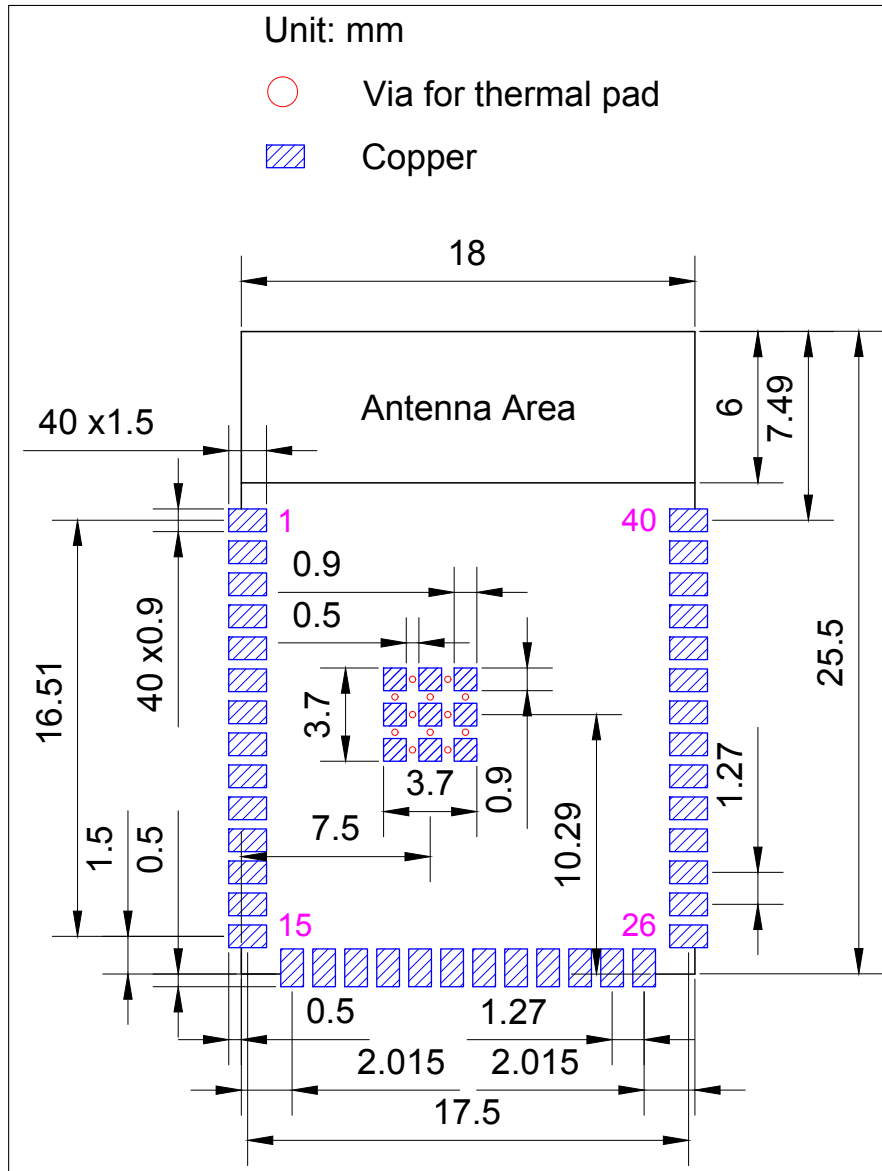
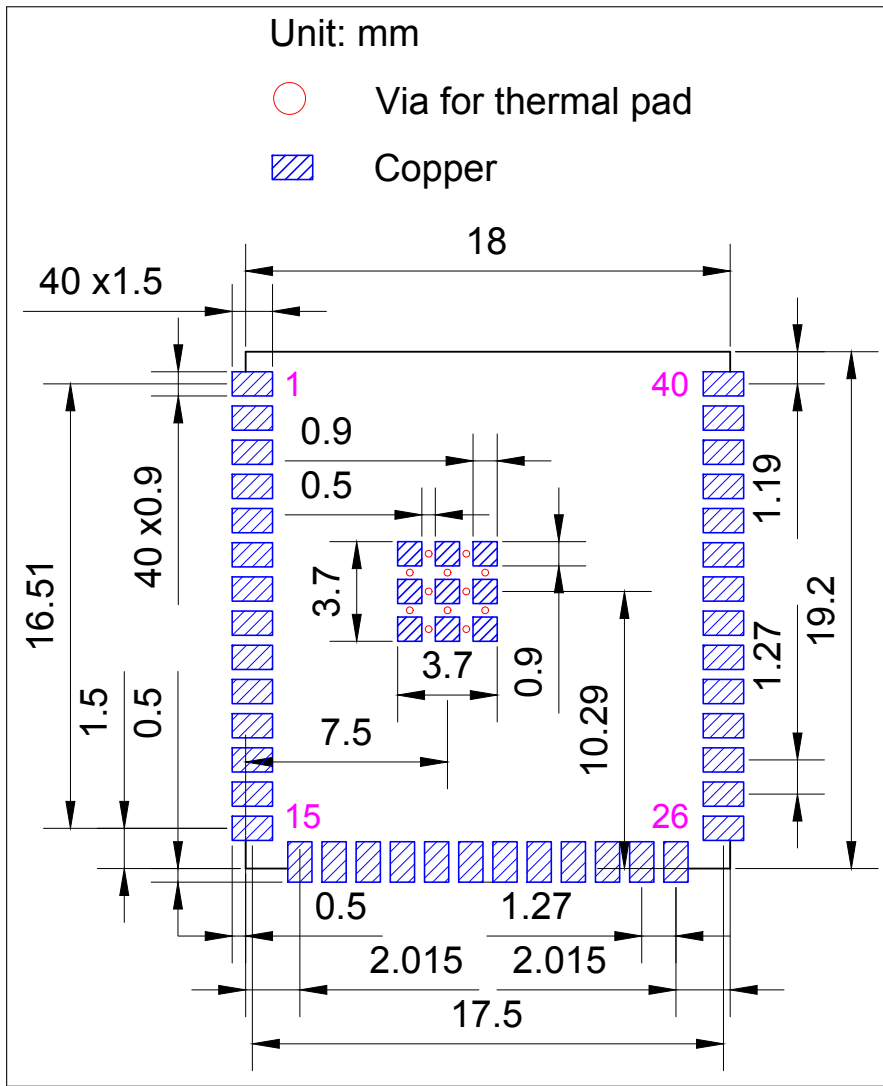

图 10: ESP32-S2-SOLO 推荐 PCB 封装图
图 11: ESP32-S2-SOLO-U 推荐 PCB 封装图
- 推荐 PCB 封装图，标有 PCB 设计所需的全部尺寸。详见图 10 ESP32-S2-SOLO 推荐 PCB 封装图 和图 11 ESP32-S2-SOLO-U 推荐 PCB 封装图。
- 推荐 PCB 封装图的源文件，用于测量图 10 中未标注的尺寸。您可用 Autodesk Viewer 查看 ESP32-S2-SOLO 和 ESP32-S2-SOLO-U 的封装图源文件。